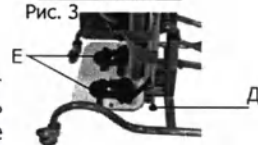

Рис. 4
3) Регулировка подножки по глубине (рис.4)
4) Регулировка положения стоп (рис.4)